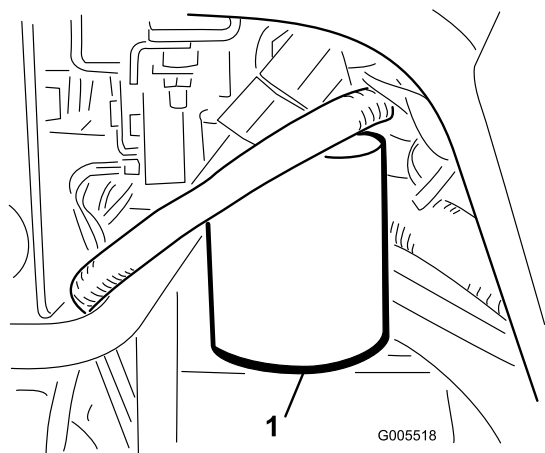

図 59
1. フィルタ容器の周辺をウェスできれいにぬぐう（図 59）。フィルタの下に廃油受けを置いてフィルタを外す。